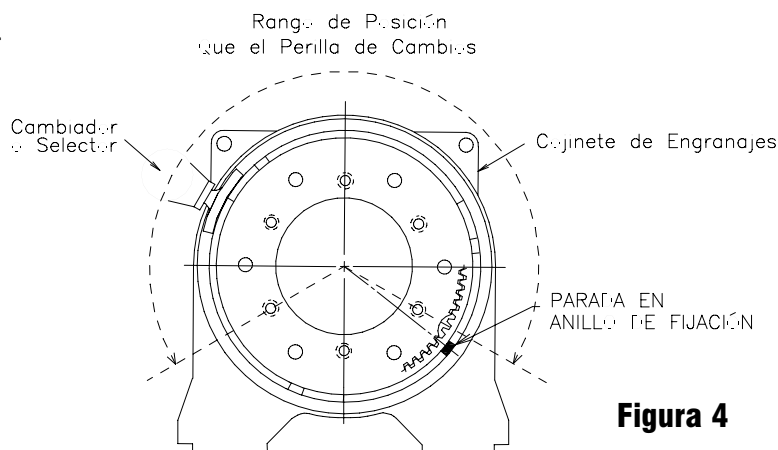

Figura 4
5. Determine la posición que el cambiador deberá tener para su aplicación. Nota: La palanca del cambiador no se puede colocar muy abajo o de lo contrario interferirá con la pata del Cojinete de Engranajes (véase Rango de Posición en la Figura 4).